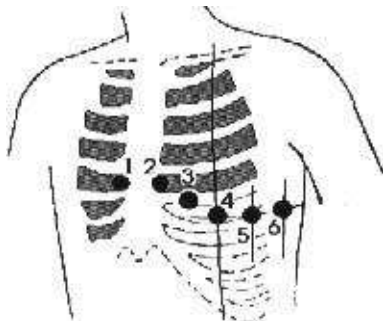

Figura 4
10.1 Electrodo de Tórax (Ver Figura 4)